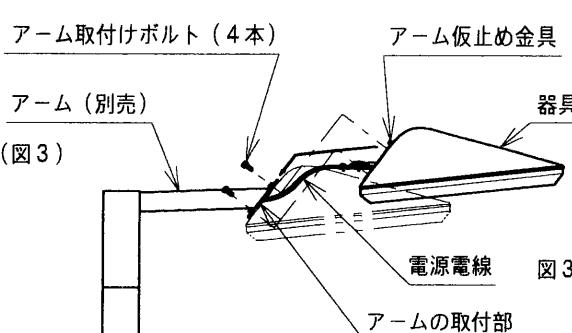

図3
- 器具とアーム（別売）をアーム取付ボルト（4本）で確実に締付けてください。（図3）